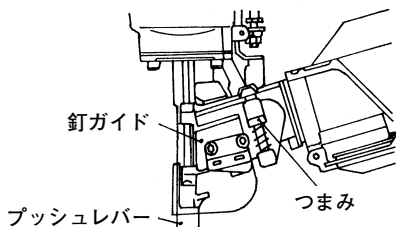

図 16
- つまみの摺動部はときどき掃除し、付属の油を注油してください。(図 16)